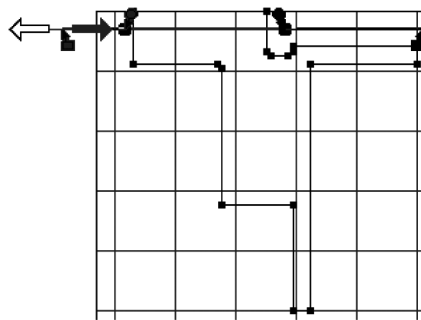

图 2-43 选择加工标记
31) 左键双击工作群组 WG1 的眼睛图标。这可以帮助用户恰当地选择加工标记, 如图 2-43 所示。